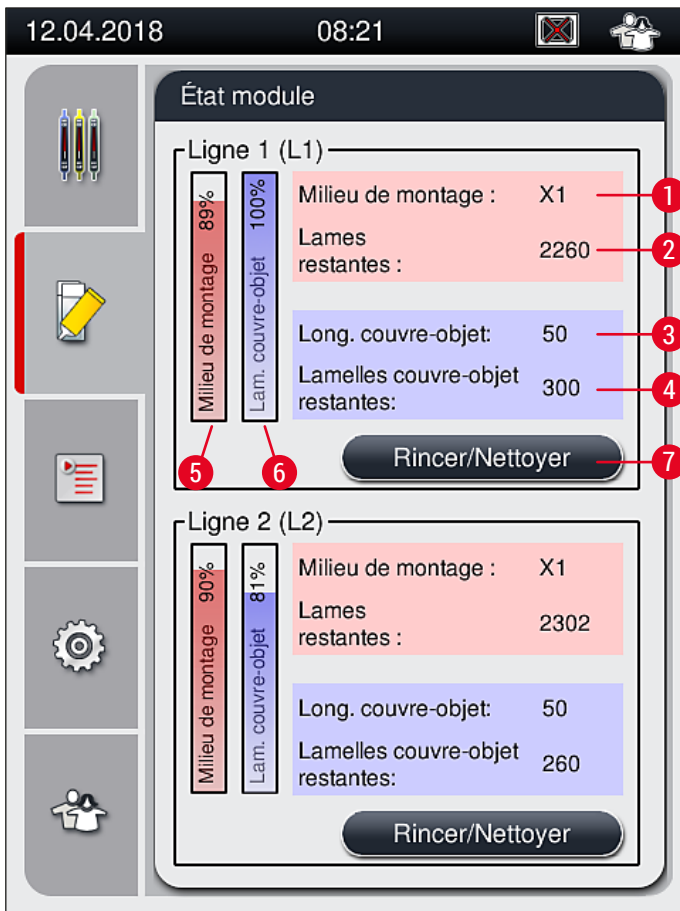

Fig. 49
- Le menu **État module** (→ Fig. 49) de l'HistoCore SPECTRA CV fournit à l'utilisateur une vue d'ensemble des consommables utilisés (milieu de montage (→ Fig. 49-1) et lamelles couvre-objet (→ Fig. 49-3)), de leurs niveaux de remplissage actuels (→ Fig. 49-5) (→ Fig. 49-6) et des quantités restantes (→ Fig. 49-2) (→ Fig. 49-4), pour les deux lignes de recouvrement des lamelles.